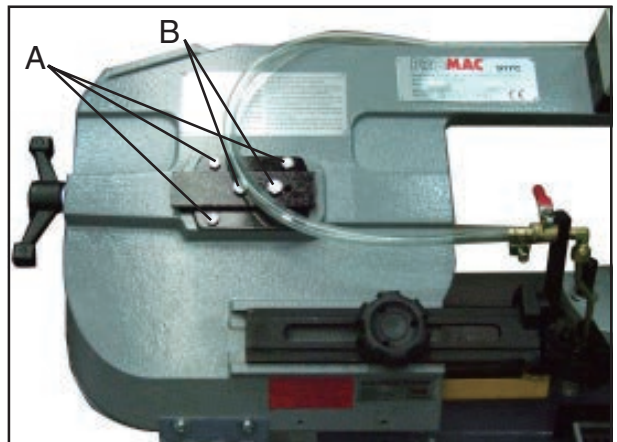

Fig. 11
5. Die Schrauben (A, Fig. 11) lösen.
6. Die Einstellschraube (B) so verstellen, bis der Sägebandrücken sauber auf dem Bandradanschlag läuft.
7. Bei korrektem Bandlauf die Schrauben (A) wieder festziehen.